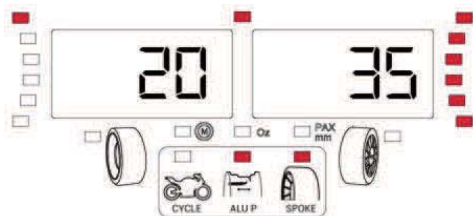

Figure 29d
10. Tourner lentement la roue à la main jusqu'à ce que l'indicateur WAP disparaisse et réapparaisse (Figure 29d).